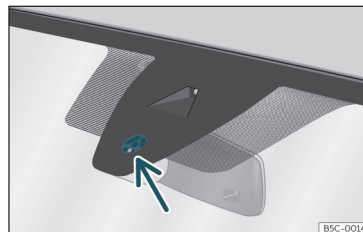

Fig. 92 Superficie sensibile del sensore pioggia.
Di seguito sono riportate alcune delle possibili cause di anomalia e di interpretazione scorretta *nella zona della superficie sensibile* » **fig. 92** del sensore pioggia:
- Pulire regolarmente la superficie sensibile del sensore pioggia » **fig. 92** (freccia) e verificare la presenza di eventuali danni sulle spazzole.